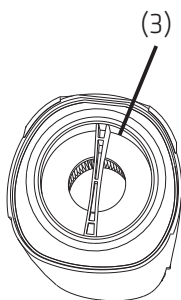
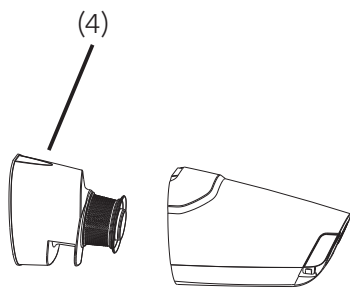
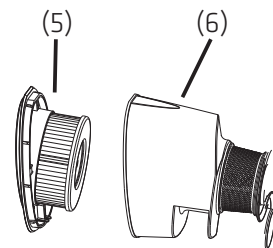

Fig. 6-2a
Fig. 6-2b
Fig. 6-2c
2) Tag fat i filterhåndtaget (3) og tag filterstøtten (4) ud af støvbeholderen. Tøm støvbeholderen og skyl den med vand. Tør til sidst rester af vand af støvbeholderen. (Se fig. 6-2a/fig. 6-2b/fig. 6-2c)
3) Tag fat i filterhåndtaget (3) og træk filteret (5) ud. Rengør det og skyl det med vand. Tør filteret af, hvorefter det kan bruges igen, når det er tørt.
4) Rengør filteret (5) med vand, hvis apparatet ikke virker ordentligt. Tør det helt af efter rengøringen. (Se fig. 6-2a/fig. 6-2b/fig. 6-2c)